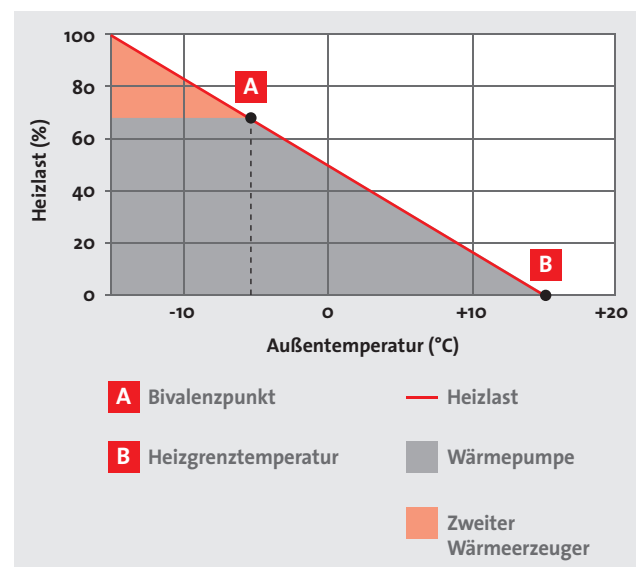

Abb. 34: Bivalent paralleler Betrieb
- Bivalent paralleler Betrieb (Abb. 34)